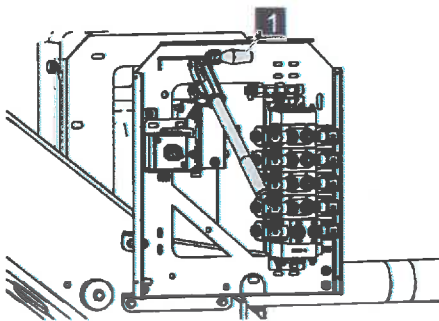

Abb. 82: Bedienhebel
4. Den Bedienhebel (Abb. 82/1) herausnehmen. Bedienhebel Art-Nr. 5500/1148